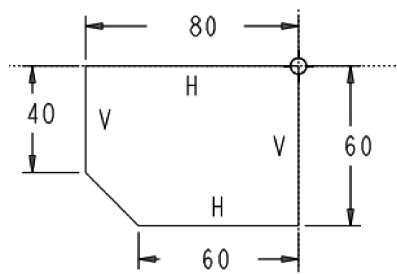

图4-49 草绘底板截面
(1) 新建名为“liti4-2. prt”的实体模型文件,使用缺省模板,进入设计窗口。
(2) 单击【基础特征】工具栏中的【拉伸】按钮,选取“TOP”基准面作为草绘平面,草绘方向使用默认设置,使用默认参照,进入草绘界面。
(3) 草绘如图4-49所示的底板截面,注意尺寸的标注样式和约束的使用,尽量以参照为基准标注尺寸,这将为生成工程图的尺寸标注提供方便。